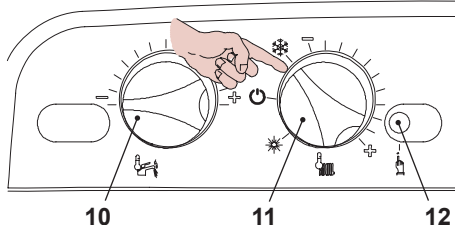
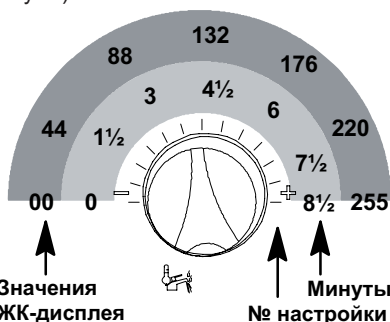

Рисунок 5.73
Рисунок 5.77
- Установите регуляторы 10 и 11 так, как показано на рисунке, см. Рисунок 5.73.
- Чтобы настроить частоту повторного включения котла, войдите в режим программирования, нажав и удерживая в течение 15 секунд кнопку перезапуска 12, см.Рисунок 5.73, пока на ЖК-дисплее не появится параметр P01, на ЖК-дисплее последовательно отобразятся следующие символы (параметр P01 будет загораться поочередно с -- -- --).
- Нажмите кнопку перезапуска 12, см.Рисунок 5.73, и пролистайте параметры до
- Чтобы изменить настройку, поверните регулятор температуры воды горячего водоснабжения 10, см.Рисунок 5.73, и установите его на выбранное время, см. Рисунок 5.77 (регулятор установлен на повторное включение через каждые три минуты).
Шаг настройки регулятора **10**, см.Рисунок 5.77, соответствует отображаемому на ЖК-дисплее значению **44** (90 секунд). Это значение можно установить на максимум **255** (8½ минуты). На ЖК-дисплее при этом будут поочередно загораться **P10** и **60**.